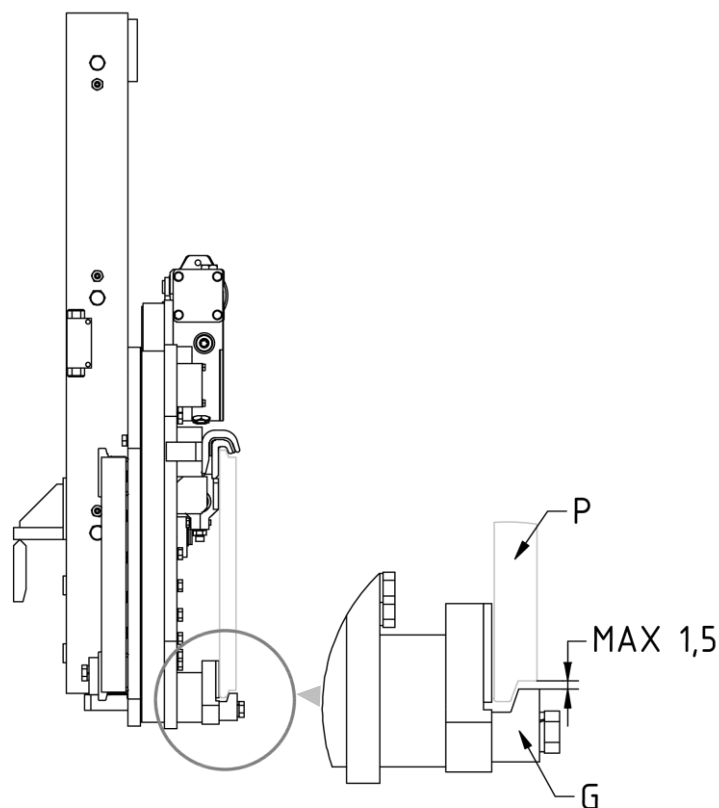

Figura 9
8. Atornillar los dos ganchos inferiores **G** para que su cuerpo quede enganchado debajo a la placa porta horquillas **P** (con un juego máximo de 1,5 mm, mira *Figura 9*), apretando con el par de apriete indicado en la *Tabla 4*.
3. Verificar la holgura entre la parte inferior de la plancha porta horquillas y los ganchos inferiores del equipo, verificando que sea como se indica en *Figura 4* (pag. 12) y en *Figura 9* (pag. 16) y, si es necesario, intervenir en el apriete de los tornillos que los sostienen.